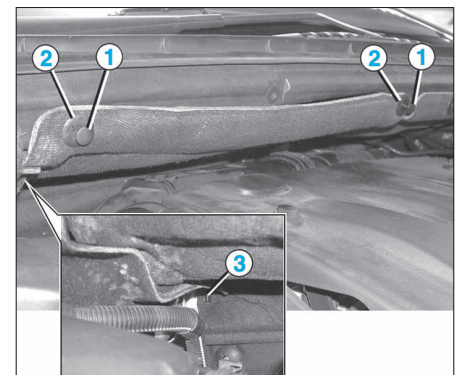

FIG. 5
- Soulever les pions centraux (1) puis retirer les agrafes (2) (Fig.5).